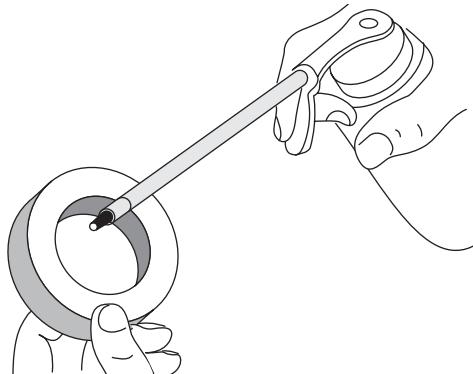

Fig. 24
- Aplique óleo limpo suficiente para lubrificar ligeiramente o filtro (Fig. 24).